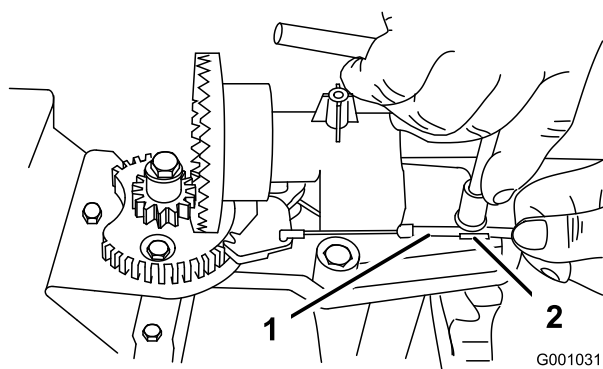
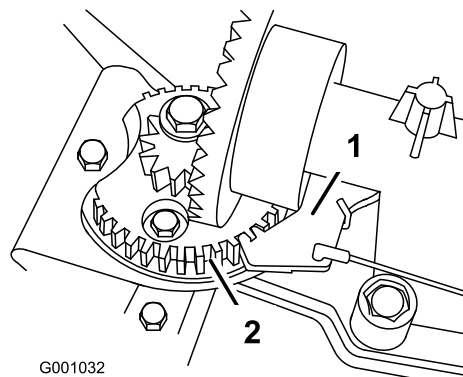

Figure 59
Figure 60
2. Desserrez le boulon du serre-câble (Figure 59).
3. Saisissez la gaine du câble et déplacez-la vers l'avant de la machine jusqu'à ce que le cliquet de verrouillage de l'éjecteur s'engage complètement dans les dents du secteur (Figure 59 et Figure 60).
Remarque: Le cliquet est rappelé par ressort et s'engage naturellement dans les dents du secteur (Figure 60).